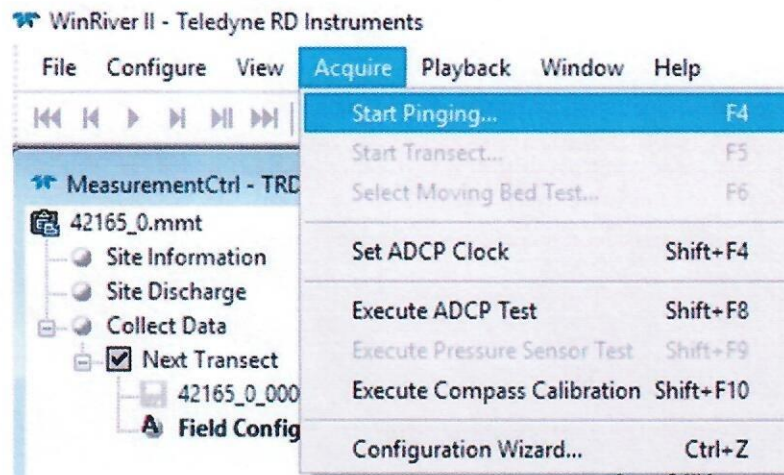

Fig. 14
a) Din meniul Acquire alegem obținea Start Pinging (fig. 14)